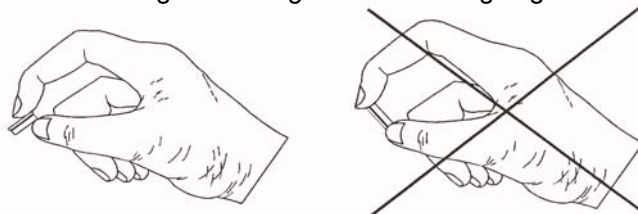

Abb. 5.5.5.B Handhabung der Batterie 507 320
2. Vorsichtig die Abdeckung, Abb. 5.5.5.A, Pos.4 des Batteriefaches öffnen, damit es zu keiner Beschädigung kommt.
3. Durch Ziehen am Band (5) die Batterie aus dem Fach entnehmen.
4. Batterie (3) herausnehmen.
Batterie lediglich an flachen Seiten berühren, niemals an den Rändern erfassen, Abb. 5.5.5.B. Die Batterie kann mit Hilfe eines isolierten Werkzeuges herausgenommen / eingelegt werden.